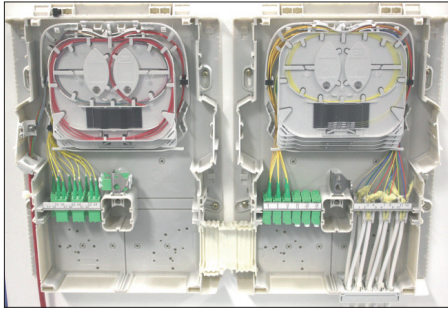

Abb.34
**Tipp:** Fixieren Sie zunächst den unteren Teil in den beiden Gehäusen und nehmen Sie dann die weitere Verkabelung vor. Nach Einsatz der Verbindungskabel (die empfohlene Länge beträgt 50cm) zwischen AP und GV verschließen Sie den Kanal durch Einsetzen des Oberteils (**siehe Abb.34,35 u. 37**).